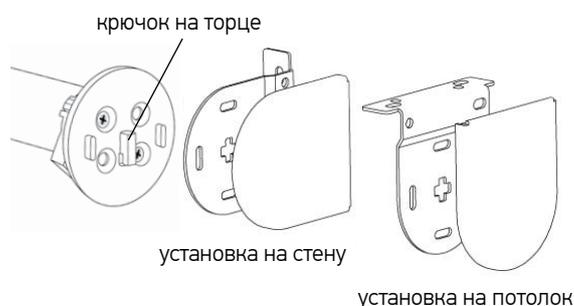

Рис. 4. Установка изделия в кронштейны
4. Установить фиксатор (1) на один конец троса (2) и закрутить винт. Вставить свободный конец троса в паз кронштейна для боковой фиксации и продеть его до конца. Повторить операцию со вторым тросом.
5. Продеть тросы через крышки (3) в рейке нижней с двух сторон.
- при монтаже на стену разметить предполагаемые места установки опор-кронштейнов (6) для боковой фиксации;
- при монтаже на пол/потолок разметить предполагаемые места установки опор (5) для боковой фиксации.
9. Вставить фиксаторы в крышки опор (4), крышки опор вставить в опоры.
10. Вставить трубу в кронштейн со стороны вывода провода таким образом, чтобы крючок на торце был направлен вертикально вниз (Рис.4). Вставить изделие во второй кронштейн с другой стороны. Для модели ДЕНЬ-НОЧЬ сначала устанавливается дальнее изделие, затем ближнее.